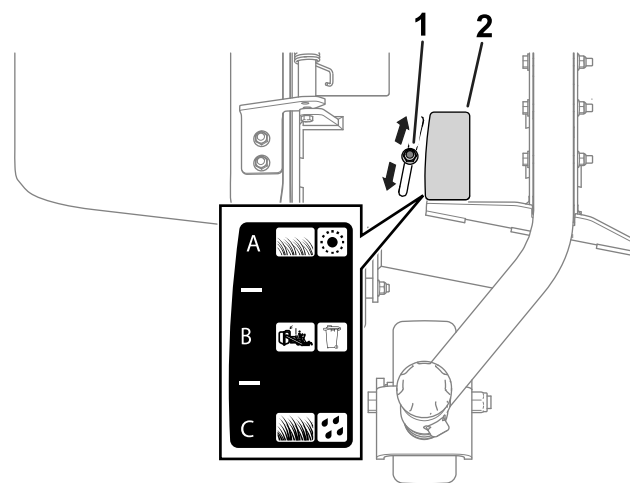

Figura 16
2. Slăbii piulia (Figura 16).
Consultai următoarele seciuni pentru descrierea fiecărei poziii a deflectorului de debit. Figura 16 ilustrează fiecare poziie (de exemplu, A, B, i C) conform autocolantului.